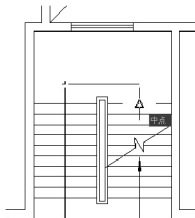
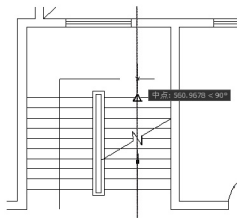

图 2.131 光标放在踏步线中点
图 2.132 寻找水平线和垂直虚线的交点
(4) 在指定下一个点或【圆弧(A)/半宽(H)/长度(L)/放弃(U)/宽度(W)]:提示下,将光标放在如图 2.131 所示的踏步线中点位置,此时不单击,然后将光标垂直向上拖动,拖出垂直虚线。把光标放在如图 2.132 所示的水平线和垂直虚线的交点位置,然后单击,以确定下行第二段箭头杆的长度,并保证第三段箭头杆的位置居中于右侧梯段。